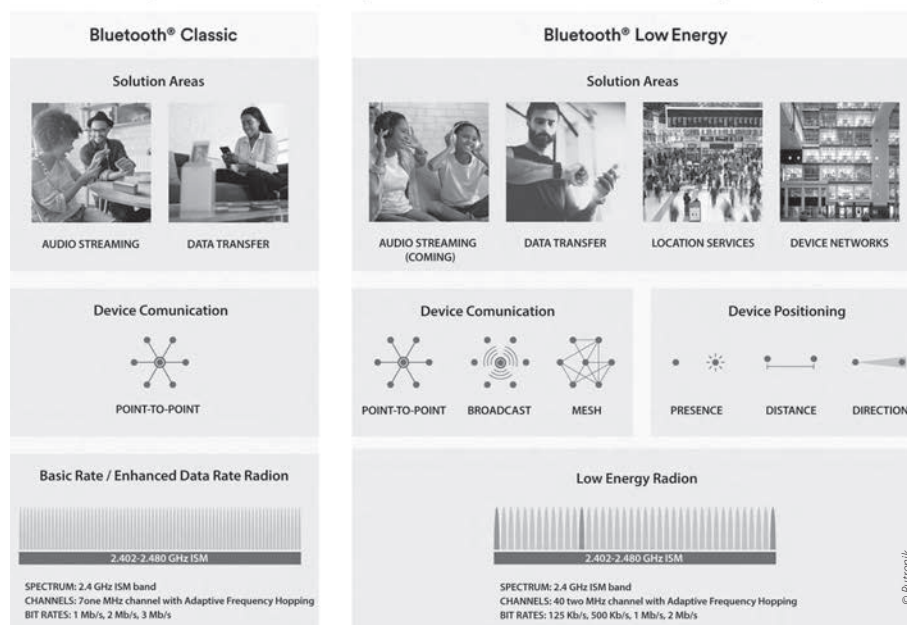

Figura 1 Imaginile și graficele arată clar opțiunile extinse și caracteristicile îmbunătățite ale Bluetooth LE în comparație cu Bluetooth Classic.
O evoluție ulterioară esențială este Bluetooth Low Energy (LE). Aceasta a înlocuit deja Bluetooth Classic în majoritatea aplicațiilor. Transmisia audio wireless, de exemplu, pentru căști, difuzoare sau sisteme de divertisment auto este acum ultimul bastion al Bluetooth Classic (figura 1).